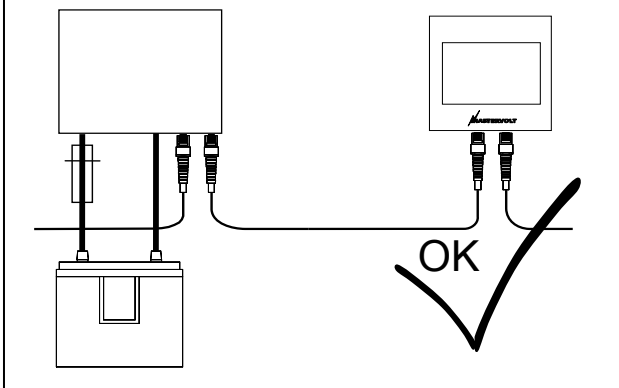

Figura 10
* Véase el apartado 8.4, figura 10 para las características